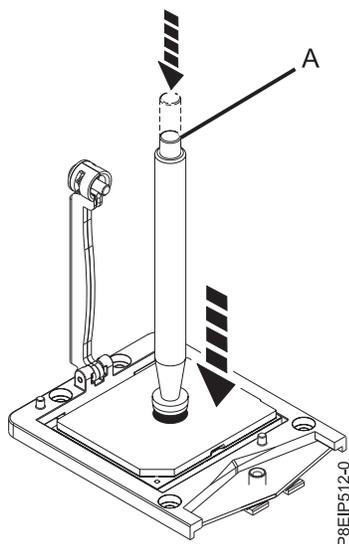

Figura 53. Abaixando a ferramenta de remoção no módulo de processador do sistema
7. Abaixando a ferramenta de pinça a vácuo no módulo de processador do sistema a ser instalado. Pressione totalmente a parte superior da pinça (**A**) e segure-a no centro do módulo de processador conforme mostrado na Figura 53. Libere a parte superior da pinça para prendê-la ao módulo de processador.